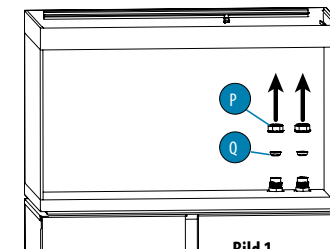

Bild 1
- Skruv ur pluggen (P) för hand och ta ut pluggen (Q) ur öppningen (O) (bild 1). **VIKTIGT: Spara pluggarna (P) och (Q) för framtida bruk.**
- Skruv ur pluggen (P) för hand och ta ut pluggen (Q) ur öppningen (I) (bild 1). **VIKTIGT: Spara pluggarna (P) och (Q) för framtida bruk.**